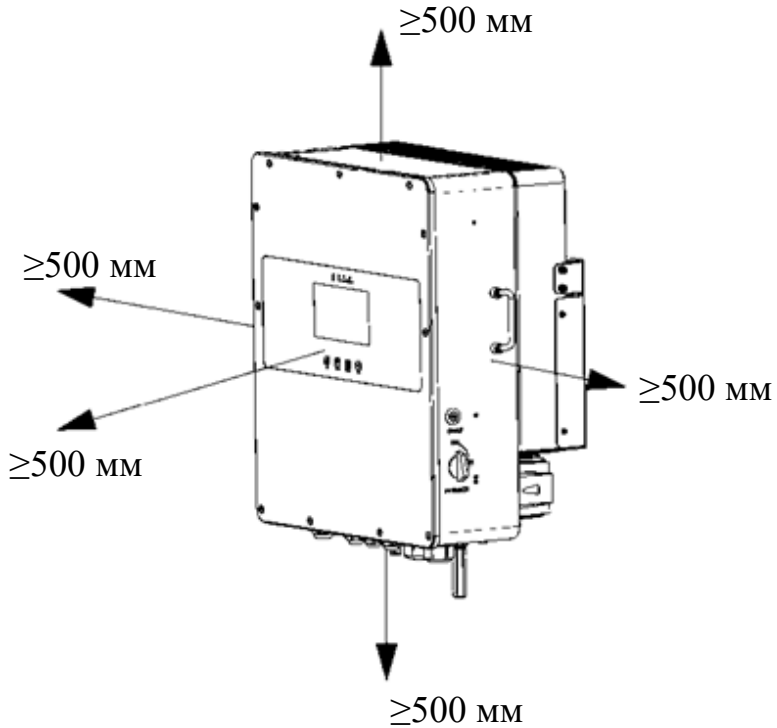

Рис. 2.1. Рекомендований вільний простір навколо обладнання
- Залиште достатньо вільного простору до обладнання, як показано на рис. 2.1, щоб забезпечити ефективне відведення тепла та простір для від'єднання проводів. Для належної циркуляції повітря та розсіювання тепла потрібен проміжок приблизно 1000 мм. 500 мм збоку, 500 мм зверху та знизу, 1000 мм у напрямку відведення потоку повітря.